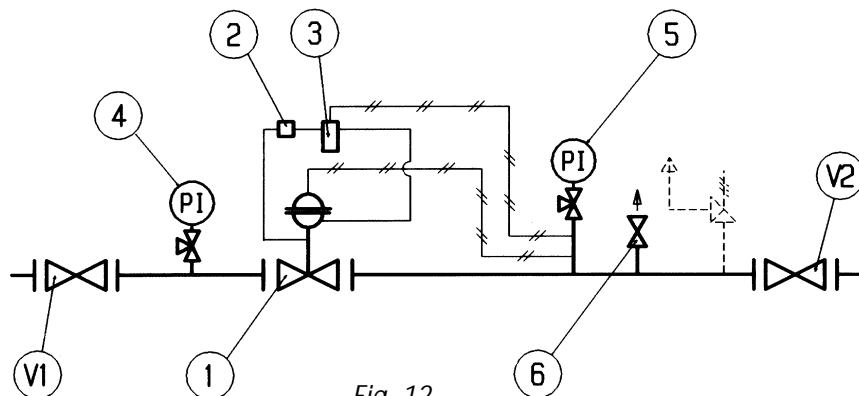

Fig. 12
5.3 INBETRIEBNAHME DES REGLERS (ABB. 12)
5.3 MISE EN SERVICE DU DETENDEUR (FIG. 12)